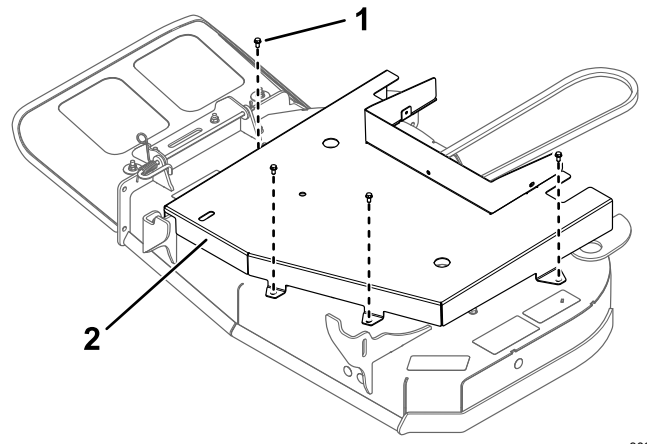

図 26
4. デッキガードを固定しているボルト4本を外してガードを外す 図 26。